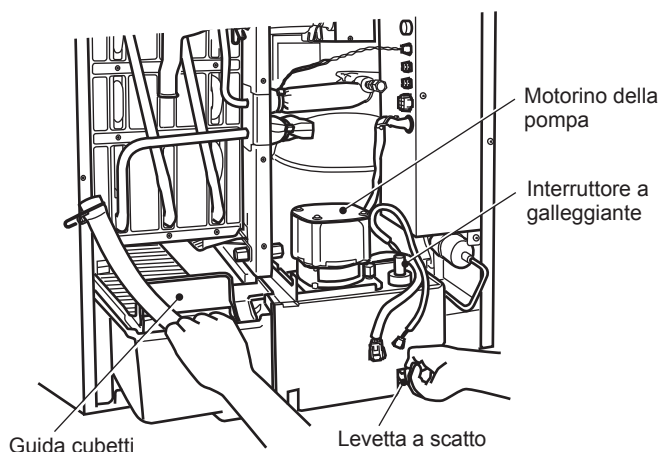

Fig. 3
- 5) Spingendo verso l'alto la levetta a scatto sul lato destro della staffa del motorino della pompa, estrarre il serbatoio dell'acqua, la guida cubetti, la staffa del motorino della pompa, il motorino della pompa e l'interruttore a galleggiante insieme. Vedere Fig. 3.